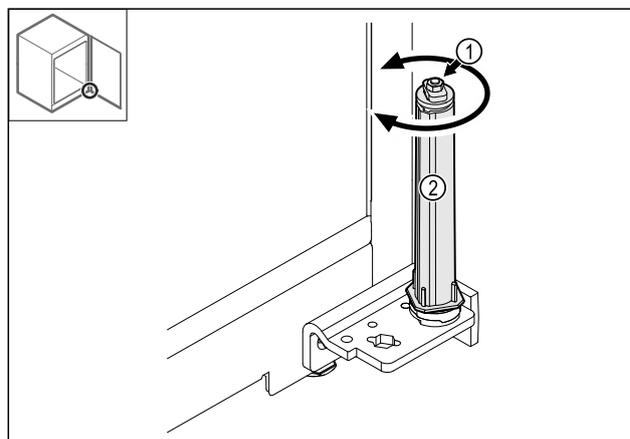

Fig. 44
- ▶ Neizjauciet slēgšanas sistēmas skrūsavienojumu Fig. 44 (1).
- ▶ Pagrieziet slēgšanas sistēmu Fig. 44 (2), līdz tā noklikšķ.